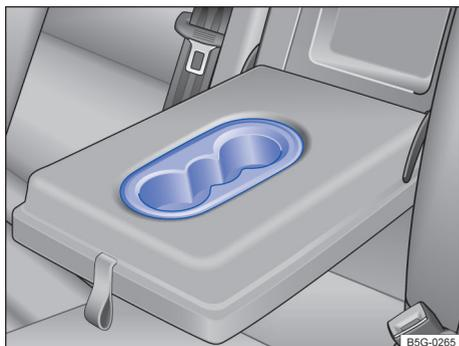

Fig. 12 No descanso-braço central traseiro: porta-copos.
- Para *abrir*, rebater o descanso-braço central para baixo → Fig. 12.